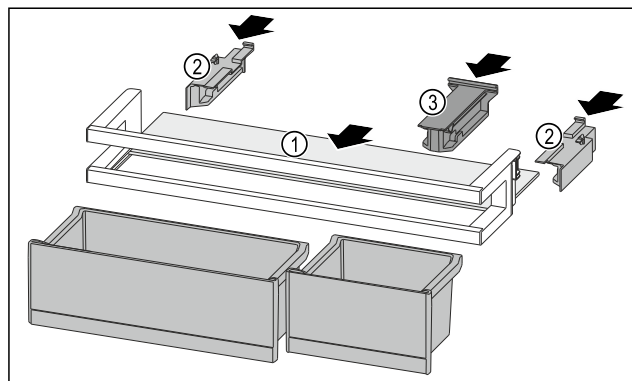

Fig. 225
- Futni raftin mbajtës Fig. 225 (1) në fole të anësore.
- Vendosni pjesët anësore Fig. 225 (2).
- Vendosni pjesën mbajtëse Fig. 225 (3).